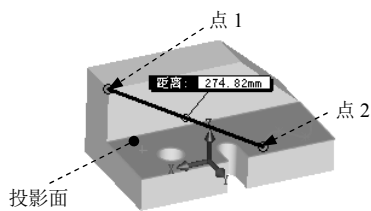

图 8.1.13 选取点和面
Step11. 测量点到点之间的投影距离，如图 8.1.13 所示。
(1) 选取图 8.1.13 所示的点 1 和点 2。
(2) 在“测量”对话框中单击  按钮，在系统弹出的下拉列表中选择  选择面/基准面命令。
(3) 定义投影面。在“测量”对话框的 **投影于:** 文本框中单击，然后选取图 8.1.13 所示的模型表面作为投影面。此时选取的两点的投影距离在“测量”对话框中显示(图 8.1.14)。